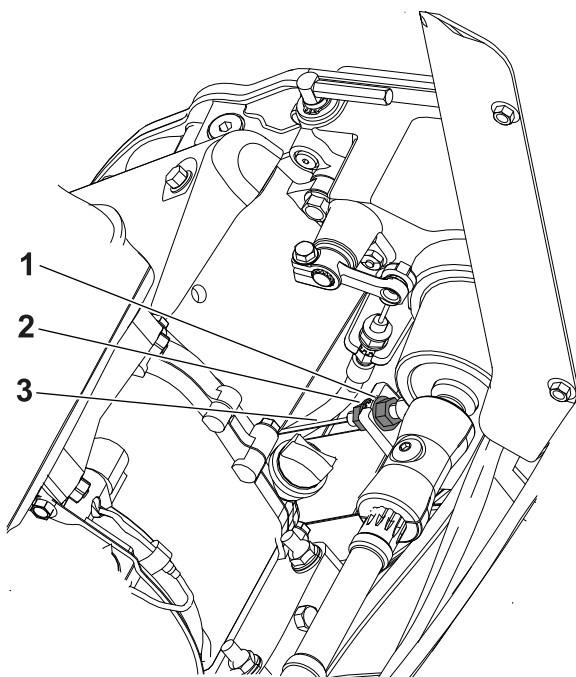

Figura 38
2. Allentate il controdado posteriore e serrate quello anteriore (**Figura 38**).